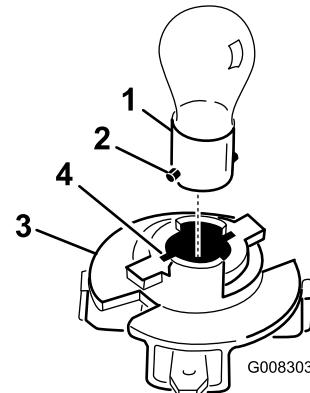

Bild 31
8. Drücken Sie die Birne hinein, drehen Sie sie entgegen dem Uhrzeigersinn bis zum Anschlag (ca. 1/4 Umdrehung) und nehmen Sie sie aus der Birnenfassung heraus (Bild 31).
1. Richten Sie die Metallstifte am Birnensockel mit den Schlitten in der Birnenfassung aus und setzen Sie den Sockel in die Fassung (Bild 31).
3. Richten Sie die Nasen an der Birnenfassung mit den Schlitten im Reflektor aus (Bild 31).